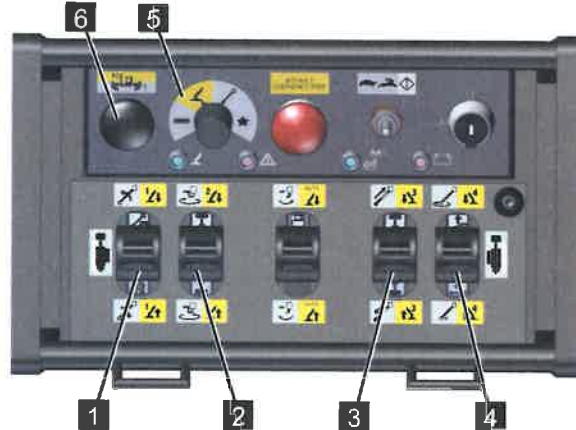

Abb. 149
3. Den Funktionswahlschalter auf [Stützenfunktion] (gelb) (Abb.149/5) stellen.
4. Den Kollisionstaster (Abb.149/6) gedrückt halten.
5. Mit den Steuerhebeln (Abb.149/1,2,3 und 4) die gewünschte(n) Stütze(n) gemäß nachfolgender Tabelle bedienen.